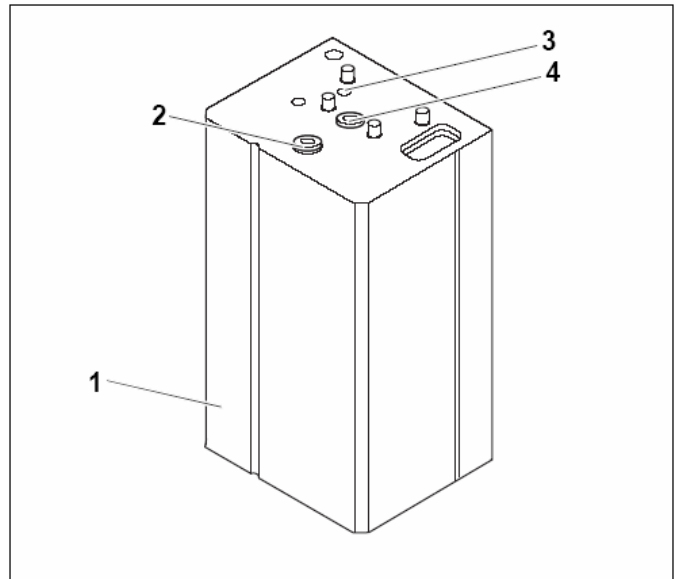

Рис. 1 Накопитель горячего водоснабжения HT/HC/H110 W
- Резервуар накопителя с защитой от коррозии. Защита от коррозии состоит из гигиенической термоглазури DUOCLEAN MKT компании Buderus и дополнительной катодной защиты посредством магниевого анода (рис. 1, **поз. 2**). Накопитель горячего водоснабжения может быть визуально проверен через смотровое отверстие (рис. 1, **поз. 4**).
- Обшивка с тепловой изоляцией (рис. 1, **поз. 1**)
Через датчик температуры, смонтированный в погружной гильзе (рис. 1, **поз. 3**), система регулирования отопительной установки измеряет фактическую температуру горячего водоснабжения и поддерживает ее желаемый уровень.